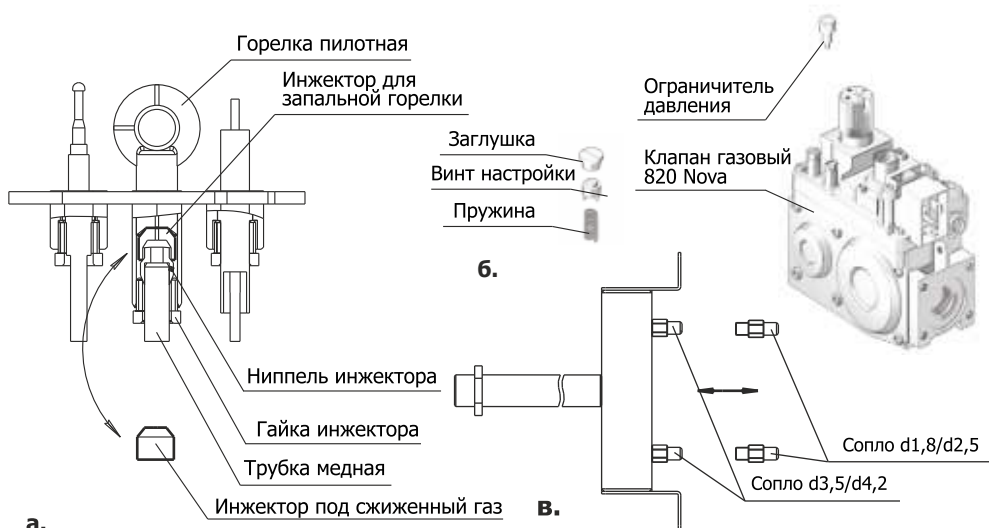

Рис. 9 Переналадка горелки газовой для подключения к сжиженному газу
1. Открутить с фланца пилотной горелки гайку и ниппель инжектора с трубкой медной и снять инжектор для запальной горелки (рис.9а). Взамен его установить в пилотную горелку инжектор под сжиженный газ из комплекта по переналадке. Закрепить трубку медную на фланце горелки ниппелем инжектора с помощью гайки инжектора. Убедиться в надежной фиксации.
2. Снять с клапана газового 820 Nova ограничитель давления (латунный колпачок на верхней части клапана), находящийся под заглушкой пластмассовый установочный винт и пружину (рис.9б) и заменить их ограничителем давления под сжиженный газ из комплекта переналадки. Момент затяжки ограничителя давления — 1 Нм.
3. Снять с газопровода сопла и заменить их соплами из комплекта (рис.9в). В зависимости от мощности горелки сопла отличаются количеством и диаметрами проходных сечений, поэтому важно производить замену только на сопла с соответствующей маркировкой.